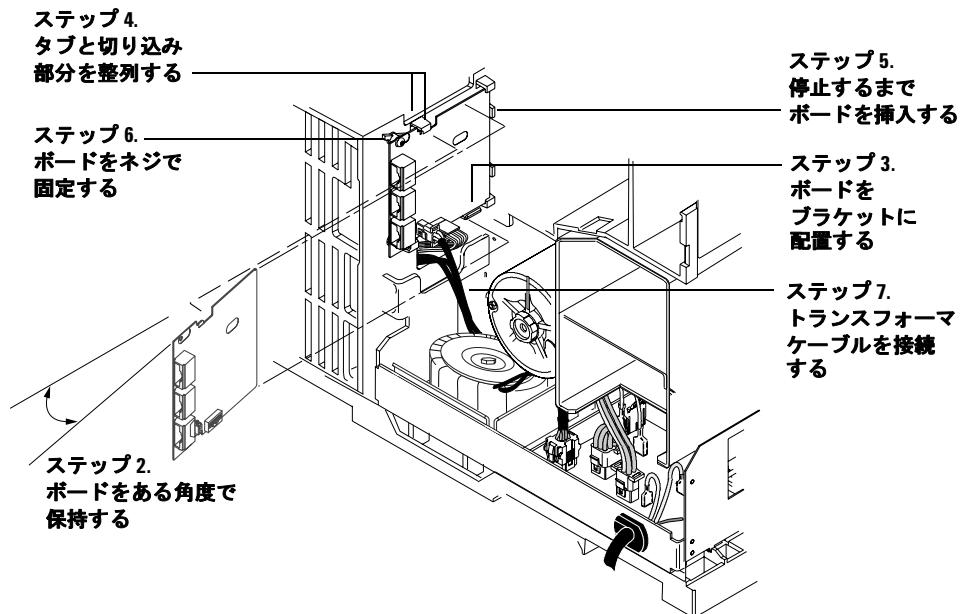
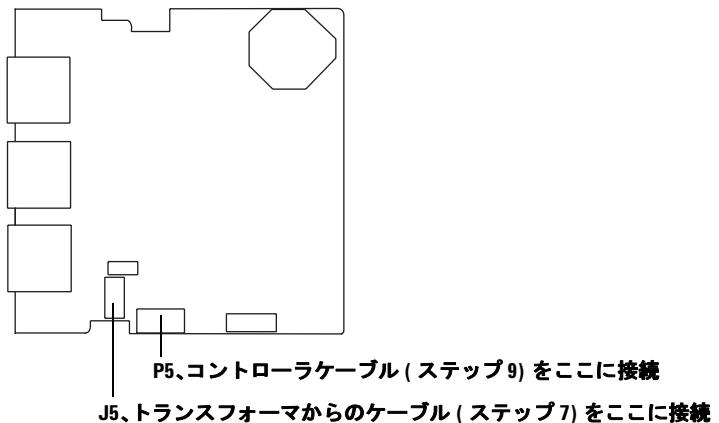
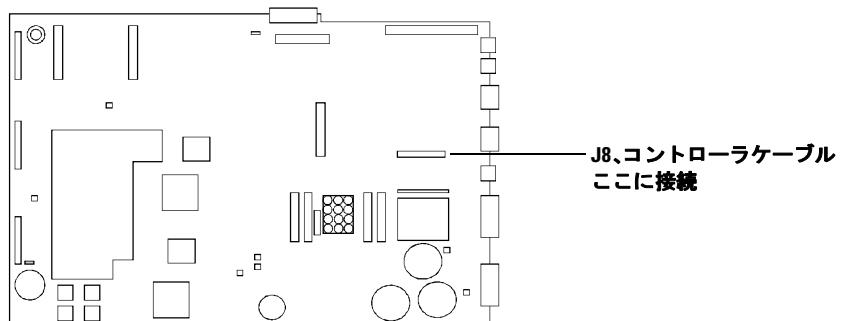

図30 ALSインターフェースボードを装着する
図31 ALSインターフェースコネクタ
図33 GCメインボード
2 ボードを垂直に立て、図30に示すように、少しだけ角度をつけます。
- 6 2本のネジを使用してボードをシャーシに固定します。ボードに圧力をかけたり、ロックタブに対して折り曲げないでください。図30を参照してください。
- 7 トランスフォーマからの2線式ケーブルを見つけ、それをJ5でALSインターフェースボードに接続します。図30および図31を参照してください。
- 9 コントローラのPCBケーブル(部品番号G2612-60510)をメインボードにJ8で、ALSインターフェースボードにP5で接続します。ケーブルをメインボードの切り込み部分を通して這わせます。図31および図33を参照してください。